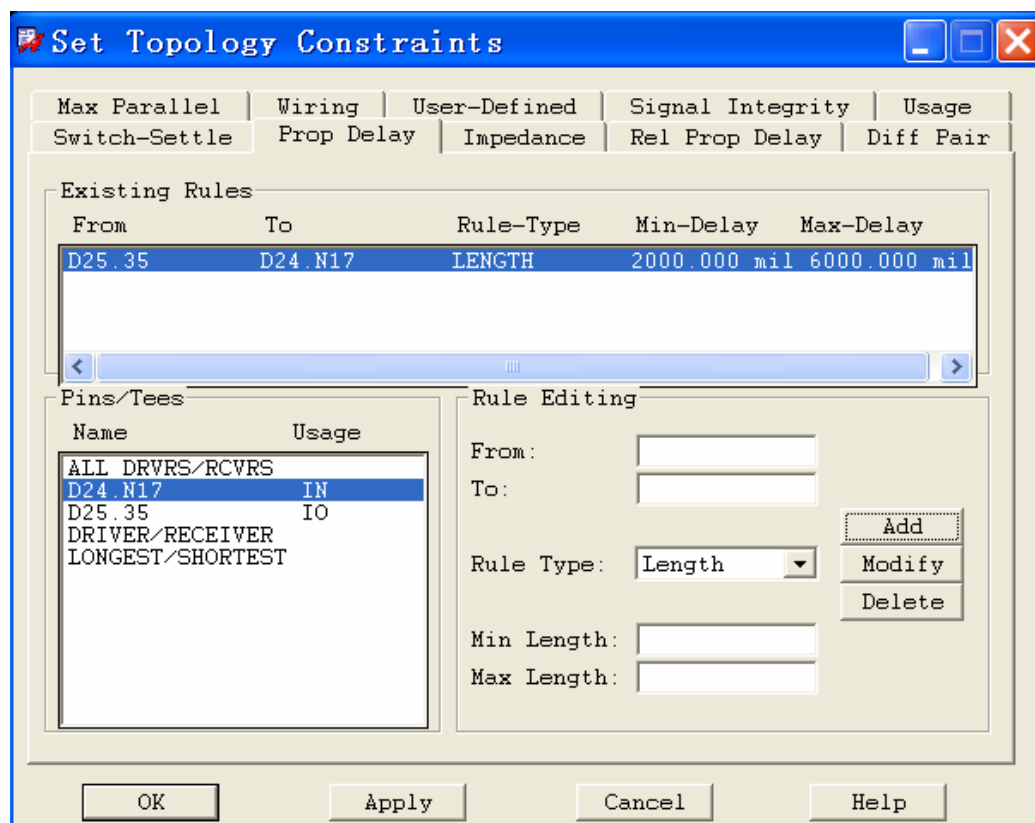

图 5-4 设置 Prop Delay 值
2) **Prop Delay** 项, 如图 5-4 所示。